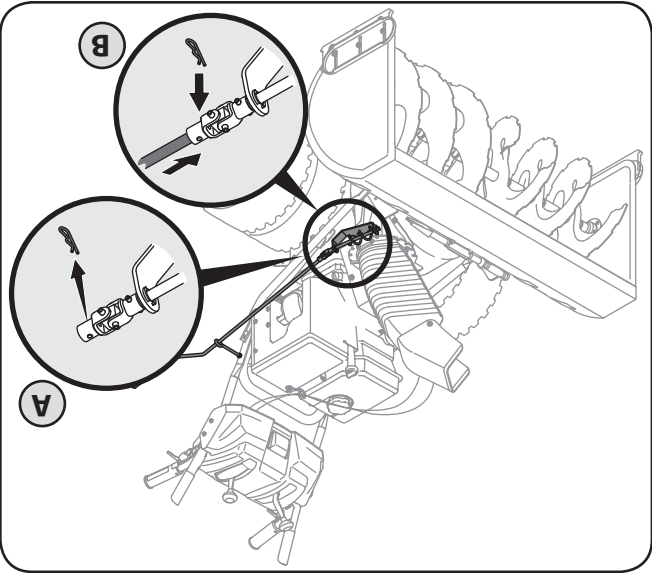

Fig. 3-4
1. Enlevez l'attache-câble de la vis sans fin de la goulotte inférieure, comme dans l'encadré A de la Fig. 3-4.
2. Installez la goulotte supérieure dans le raccord de la vis sans fin de la goulotte inférieure, comme dans l'encadré B de la Fig. 3-4.